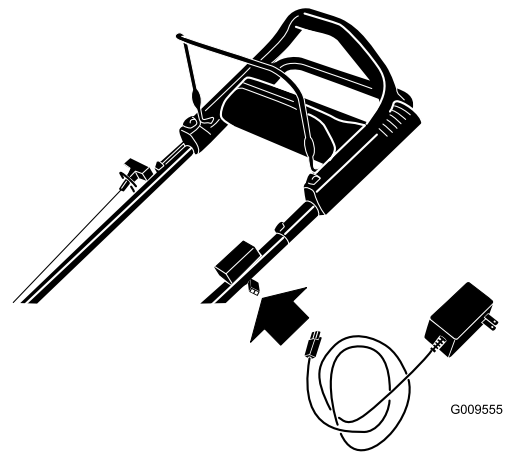

Figure 25
1. Branchez le chargeur au faisceau de câblage de la tondeuse situé sous la clé de contact (Figure 25).